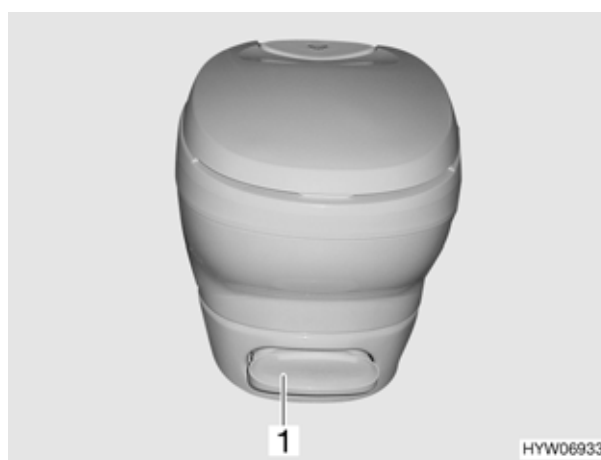

Fig. 101 Toilette
- Premere il pedale di risciacquo (Fig. 101,1).